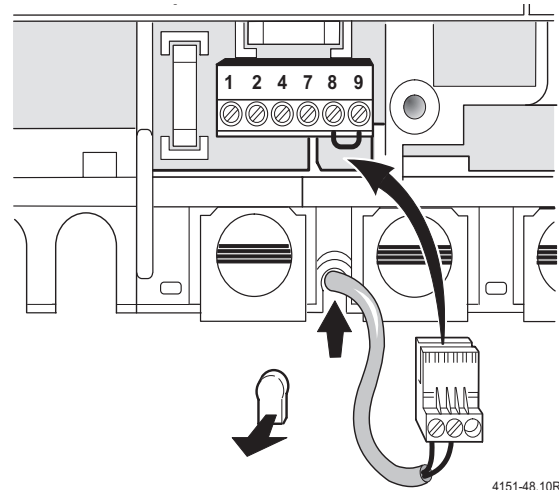

Fig. 19
- utilizzare il sensore dell'acqua calda sanitaria, codice ordine 8 714 500 034 (sensore Ø 6 mm, Fig. 19)